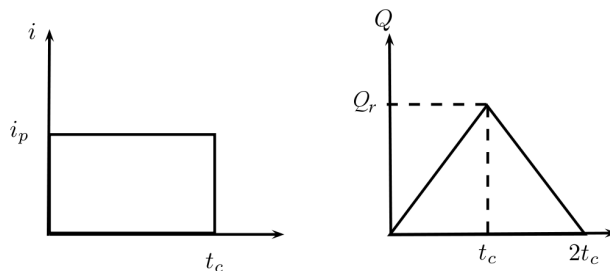

FIGURE 2 – Méthode rationnelle
- **le ruissellement** forme un débit variable dans le temps. Par exemple, avec la méthode rationnelle (voir Figure 2), le débit ruisselant R est :